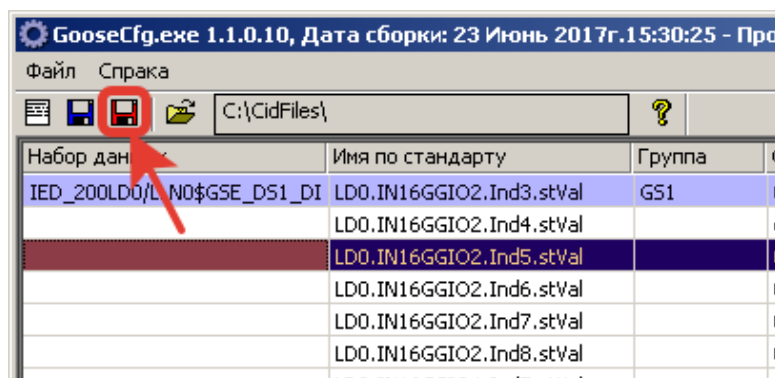

Рисунок 7 – Сохранение настроек в DoDrv.ini
- Рисунок 7 – Сохранение настроек в DoDrv.ini